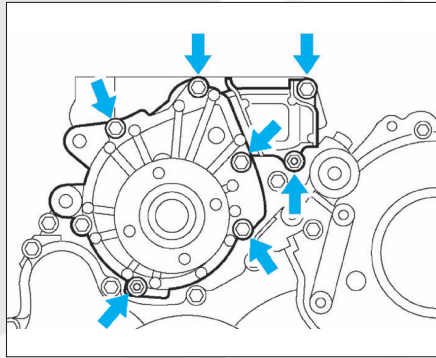

FIG. 46
- Déposer la pompe à eau (5 vis et 2 écrous) (fig. 46).